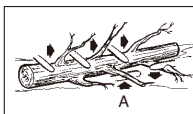

Fig. 12
Kvisting av et tre betyr at grenene på et falt tre sages av. Ikke fjern underkvister (A) før etter at trestammen er delt inn i lengder (Fig. 12). Kvister under spenning bør sages fra bunnen opp for å forhindre at motorsagen bindes.